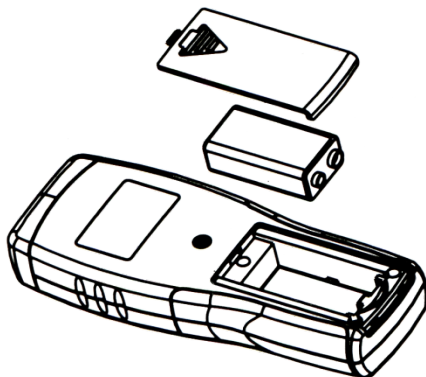

Рис. 1
- Откройте крышку отсека батареи и вставьте батарею, обращая внимание на полярность. Закройте крышку (см. рис. 1)